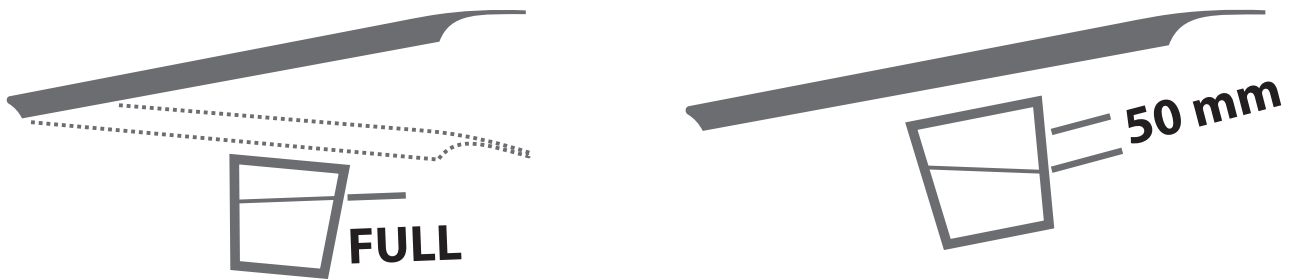

Рис. 8.
Проверьте уровень гидравлической жидкости в баке. Отметка «FULL» (рис. 8) на баке указывает существующий уровень жидкости при нахождении платформы в нижней позиции. Уровень жидкости не должен опускаться ниже 50 мм от отметки «FULL» при нахождении платформы в положении с установленной стойкой для ремонта.
- Уровень масла: символ «FULL» (рис. 8) на баке указывает существующий уровень масла при указателе уровня в нижней позиции.